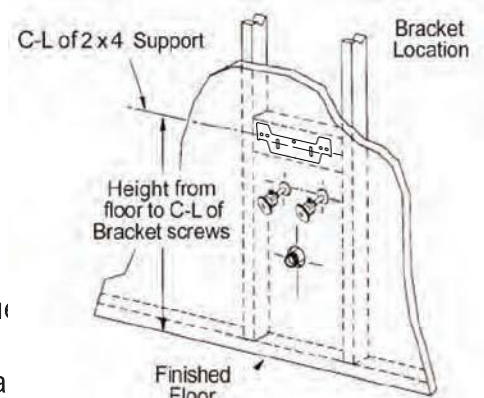

Figura 2
**3 – IMPORTANTE: El lavamanos es pesado. Instálase una tabla de 2" x 4" (5 x 10 cm) detrás de la pared terminada. Sitúe la tabla entre las dos vigas de modo que la superficie delantera del soporte que de nivelada con la parte delantera de las vigas. Luego coloque la pared terminada sobre la tabla. Consulte la figura 2.**